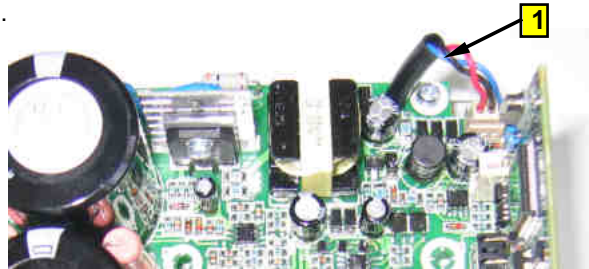

Рис. 6.6
6.3.2. Отсоединить розетку кабеля вентилятора 1 от разъёма на плате модуля IGBT (рис. 6.6).
7.5.3. Проложить кабель под платой модуля IGBT и соединить его разъем с ответной частью на плате (рис. 6.6) .